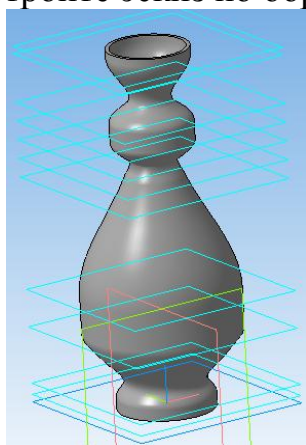

Рис. 4
26.  – создайте объект (рис. 4).